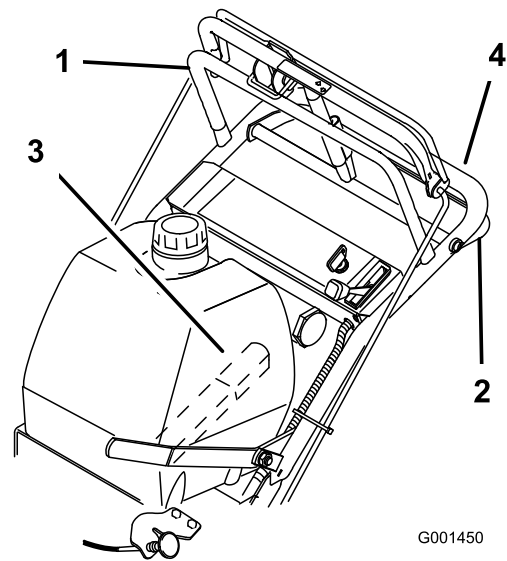
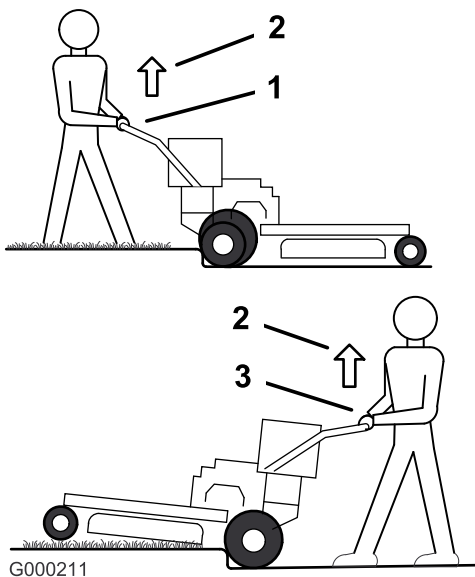
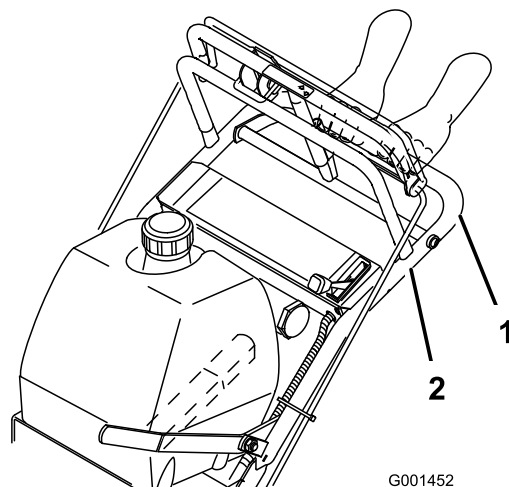

Figure 10
Figure 11
Figure 12
1. Pour vous déplacer en marche avant, sélectionnez une vitesse en marche avant (Figure 10).
3. Appuyez lentement sur la barre de commande supérieure pour avancer (Figure 10).
Pour vous déplacer en ligne droite, appliquez une pression égale aux deux extrémités de la barre de commande supérieure (Figure 10).
Pour tourner, relâchez la pression sur le côté de la barre de commande supérieure dans la direction que vous voulez prendre (Figure 10)
3. Rapprochez lentement la barre de commande inférieure de la poignée inférieure pour vous déplacer en marche arrière (Figure 10).
- Conduisez la machine jusqu'à ce que les roues pivotantes touchent la bordure (Figure 11).
- Appuyez sur la poignée inférieure pour soulever l'avant de la machine (Figure 11).
- Conduisez la machine jusqu'à ce que les roues motrices touchent la bordure (Figure 11).
- Abaissez l'avant de la machine (Figure 11).
- Engagez la barre de commande inférieure et soulevez la poignée inférieure simultanément pour monter sur la bordure (Figure 10 et Figure 11).
- Engagez la barre de commande inférieure et soulevez la poignée inférieure simultanément (Figure 10 et Figure 12).